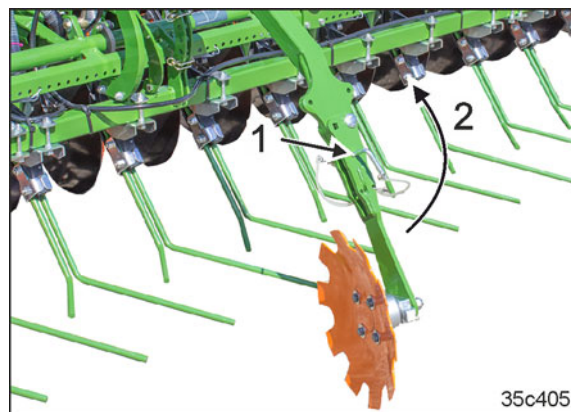

Fig. 242
5. Scoateți bolțul (Fig. 242/1) și pliați brațul în consolă (Fig. 242/2) cu discul de urmă în poziție de transport. În poziție de transport, este permis ca ambele brațe în consolă să fie pliate numai în direcția centrului mașinii și asigurate cu suporturile discurilor de urmă.